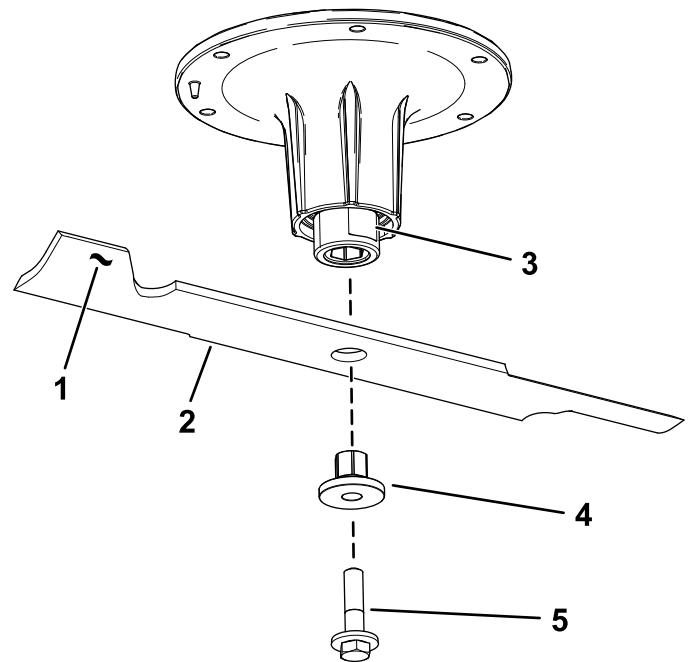

図 89
2. スピンドルのシャフトからブレードボルト、ブッシュ、ブレードを取り外す(図 89)。